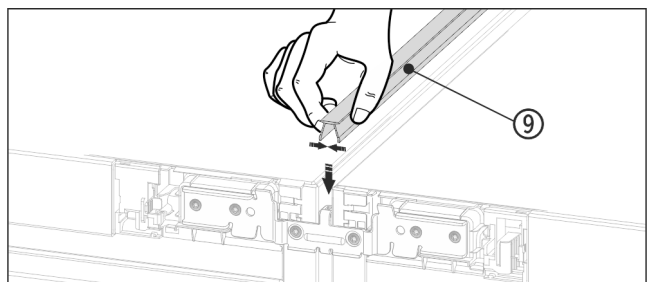

Fig. 23
- Auf der Oberseite die kurze Abdeckleiste Fig. 23 (9) in den horizontalen Spalt drücken.